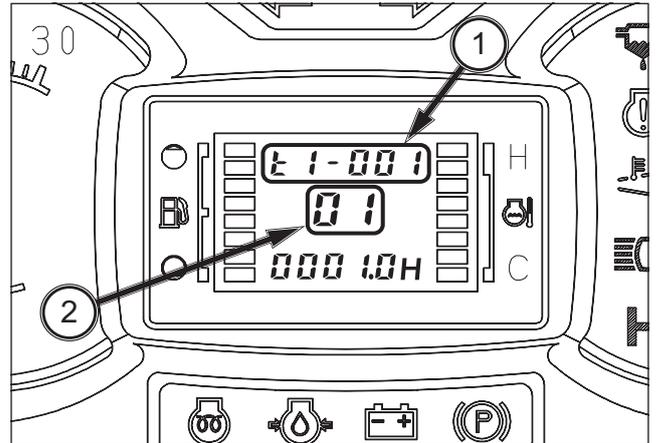

FIG. 49
FIG. 49: La pantalla del indicador digital muestra el código de avería de la ECU del vehículo o de la ECU del motor. El código de avería se compone de 2 códigos, (1) y (2).
(1) Número de parámetro sospechoso (SPN): código del sistema para la avería